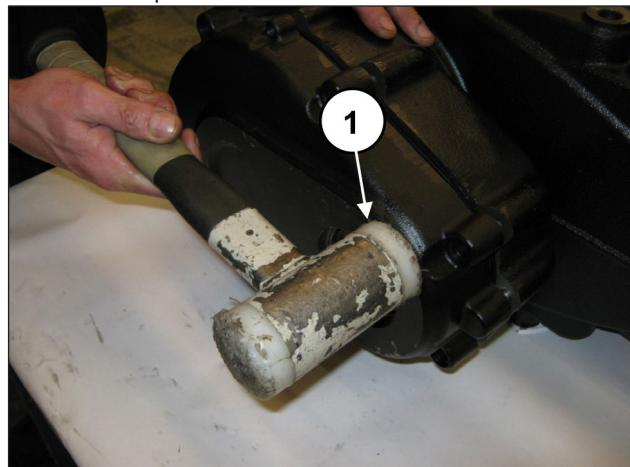
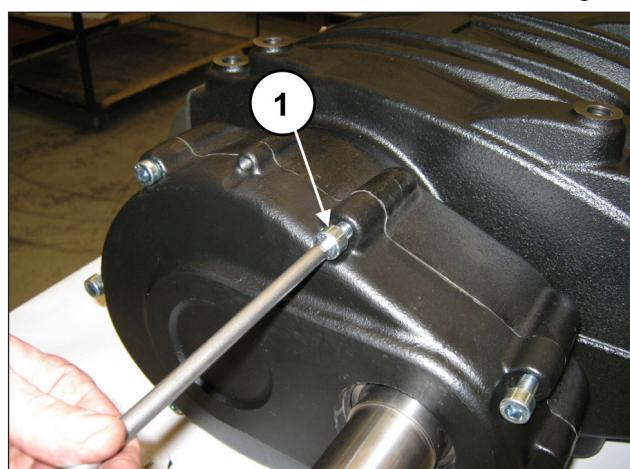

Fig. 89
Fig. 90
Monte a tampa do redutor usando um martelo (pos. ①, Fig. 89) e prenda-o com 7 parafusos M10x40 (pos. ①, Fig. 90). Preste atenção para o correto acoplamento dos dois elementos do mancal 40x90x23. Calibre os parafusos com chave dinamométrica, conforme indicado no capítulo 3.